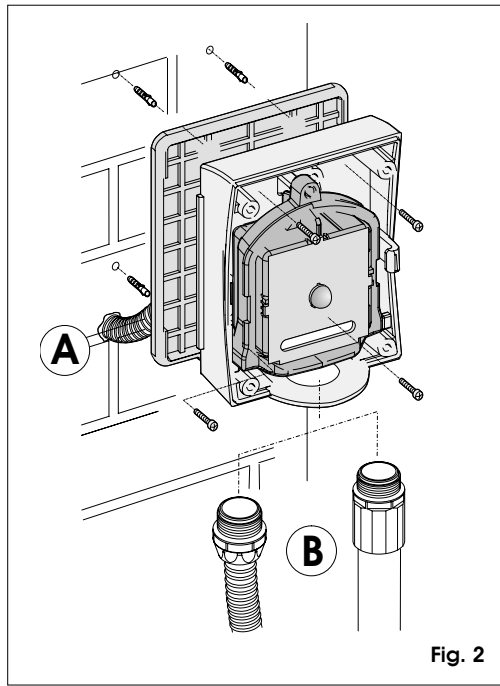

Fig. 2
- A parete con tubo ad incasso (fig.2- rif. A) o con tubo/guaina esterni (fig.2- rif.B)
- Wall with embedded tube (fig.2- item A) or with outer tube/sheath (fig.2- item B).